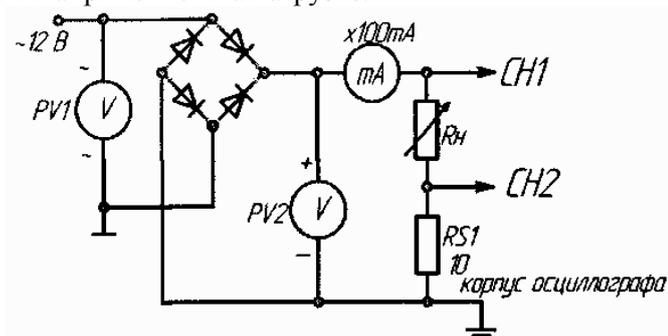

Рис. 1
1) Собрать схему выпрямителя по рис. 1. Установить заданное значение сопротивления нагрузки  $R_H$ . Вольтметр PV1 включить в режиме измерения **переменного** напряжения, а PV2 в режиме измерения **постоянного** напряжения. Включить миллиамперметр постоянного тока на 100 мА. Подключить входы осциллографа. Переключатель развертки осциллографа перевести на временную развертку. Установить синхронизацию от сети. На экране осциллографа наблюдать осциллограммы выпрямленного тока и выпрямленного напряжения;